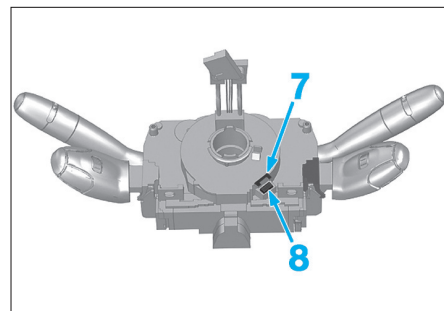

Fig. 6
- Le réglage est garanti par l'alignement de l'encoche (7) et de l'index (8) (Fournisseur DELPHI) (Fig.6).